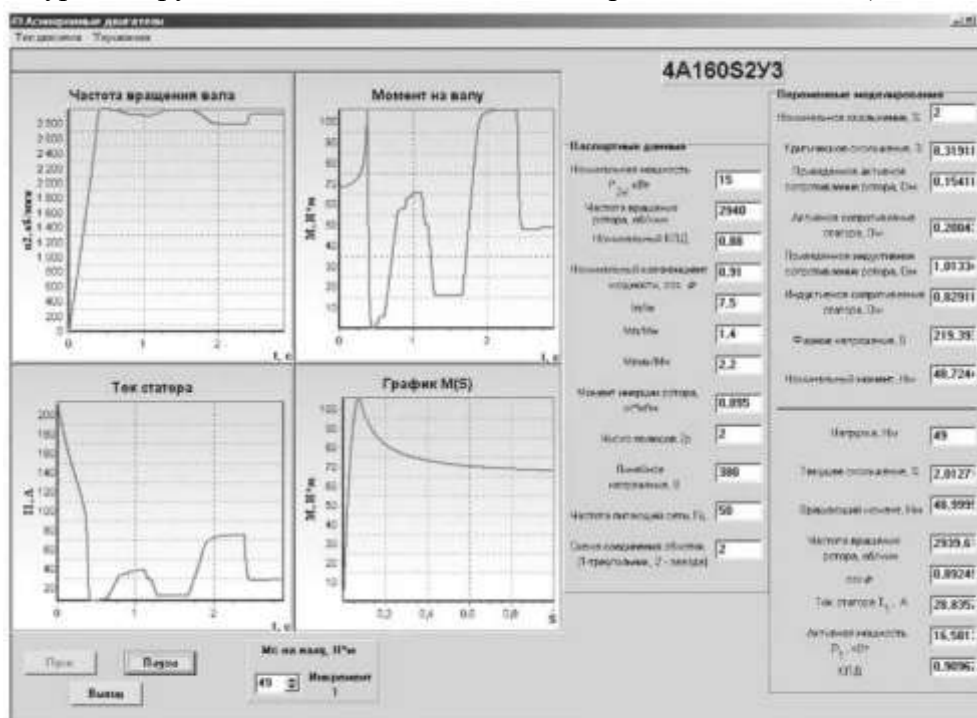

Рис. 19.7
Задание 1. Выбрать тип двигателя, щелкнув мышью на команде **Тип двигателя** (см. рис. 19.7 в левом верхнем углу):
рис. 19.7 справа), которые выводятся на экран дисплея после щелчка мышью на строчке с записью типа двигателя:
- щелкнуть мышью на команде **Мс на валу**, **Нм**, размещенной внизу интерфейса программы (см. рис. 19.7), то есть «подключить» цепь обмотки возбуждения электромагнитного тормоза к сети;